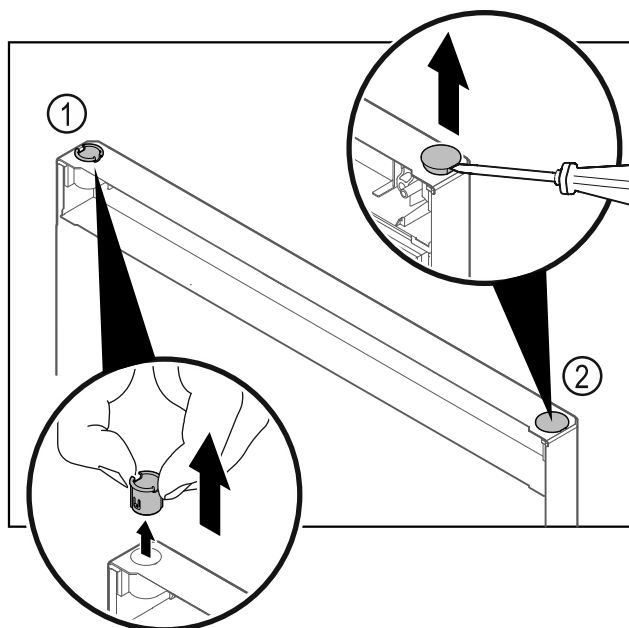

Fig. 21
- Saque el buje de la bisagra Fig. 21 (1) con los dedos.
- Levante cuidadosamente el tapón decorativo Fig. 21 (2) con un destornillador para tornillos de cabeza ranurada y extráigalo.